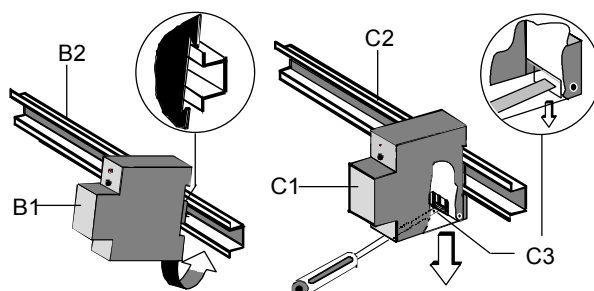

Bild 2: Montage und Demontage des Reiheneinbaugerätes
- Das Gerät (Bild 2, B1) in die Hutschiene (Bild 2, B2) einhängen und
- das Gerät (Bild 2, B1) nach hinten schwenken, bis der Schieber hörbar einrastet.
- Mit einem Schraubendreher den Schieber (Bild 2, C3) nach unten ziehen, durch leichtes Drücken einrasten und
- den IP Viewer N151 (C1) aus der Hutschiene (Bild 2, C2) herauschwenken.